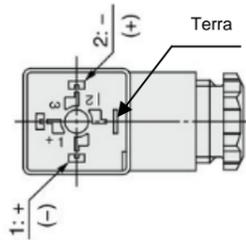

Figura 2. Polarità del connettore DIN
- Le connessioni interne sono mostrate nella Figura 2. Effettuare i collegamenti all'alimentazione elettrica in modo conforme.